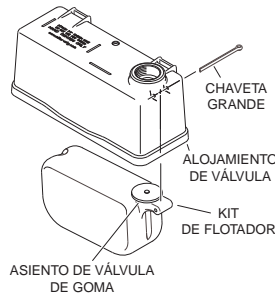

Figura 1
- Ubique el conjunto de flotador dentro del alojamiento de la válvula y haga pasar la chaveta grande de 2-1/4" por el alojamiento y el conjunto de flotador (ver la figura 1). Abra ligeramente los extremos de la chaveta grande separándolos con los alicates. Si está correctamente instalado, el conjunto de flotador debe girar libremente en la chaveta dentro del alojamiento de la válvula.